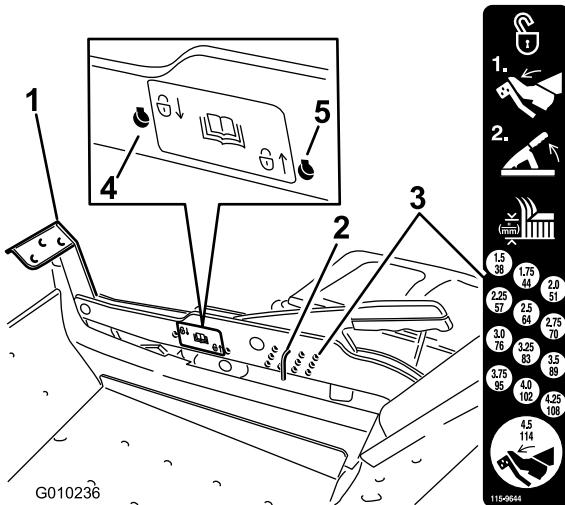

Figure 28
1. Appuyez sur la pédale de relevage du tablier avec le pied et relevez le tablier en position de transport (qui est aussi la position de hauteur de coupe de 114 mm [4,5 po]) (Figure 28).
2. Pour changer la hauteur de coupe, retirez l'axe du support de hauteur de coupe (Figure 28).
3. Placez l'axe dans le trou du système de hauteur de coupe correspondant à la hauteur de coupe voulue (Figure 28).
2. Retirez l'axe du support de hauteur de coupe (Figure 28).
3. Sélectionnez le trou le plus bas sur l'autocollant de verrouillage et insérez l'axe (Figure 28).
4. Sélectionnez le trou le plus haut sur l'autocollant de verrouillage et insérez l'axe (Figure 28).